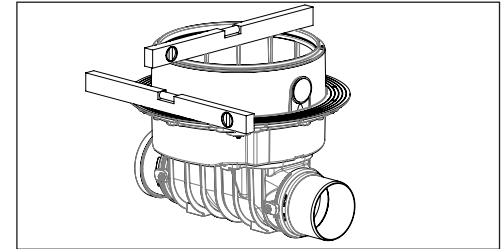

Fig. 1
**2.1 KESSEL-*Staufix* SWA pour pose dans la dalle de fondation** (réf. 73100.10 S/X, 73125.10 S/X, 73150.10 S/X, 73200.10 S/X). S'applique également pour la pose du *Controlfix*. Le corps principal du KESSEL-*Staufix* SWA doit être posé à l'horizontale (voir figure 1). Poser le joint à lèvres profilé ci-joint dans la rainure de la rehausse intercalaire et graisser. Monter ensuite la rehausse